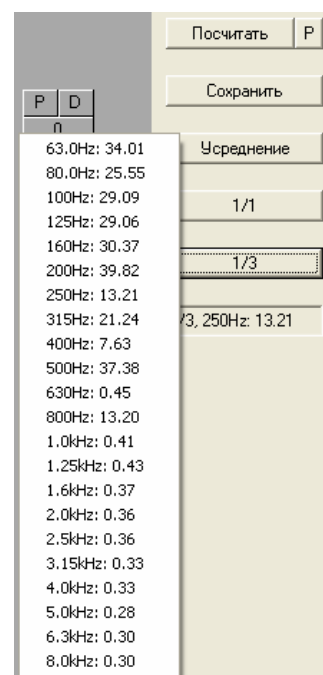

Рисунок 21
- Нажать кнопку «Посчитать». Нажать кнопку «1/3» и проверить, что в 1/3 октавах от 100 до 3150 Гц посчитанное время реверберации соответствует ожидаемому (Рис. 21). Если в какой-то 1/3 октаве программа определила линейный участок спада неверно, то время реверберации в такой 1/3 октаве будет значительно больше ожидаемого, либо не будет определено вообще (будет написано «нет»). В таком случае участок спада следует для данной 1/3 октавы задать вручную.